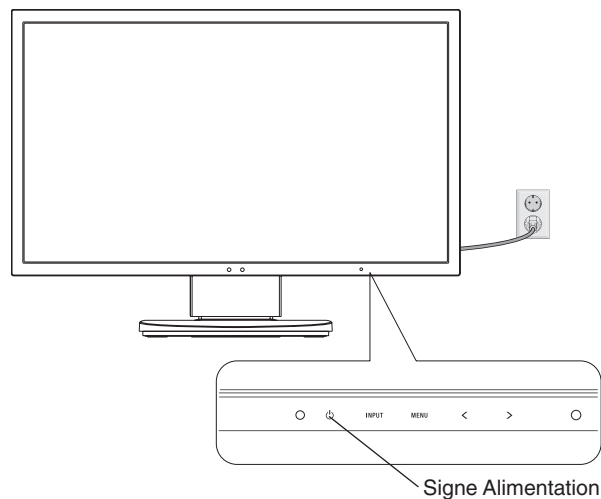

Figure E.1
8. Allumez l'ordinateur, puis le moniteur en appuyant sur le symbole d'alimentation situé sur la face avant (Figure E.1).